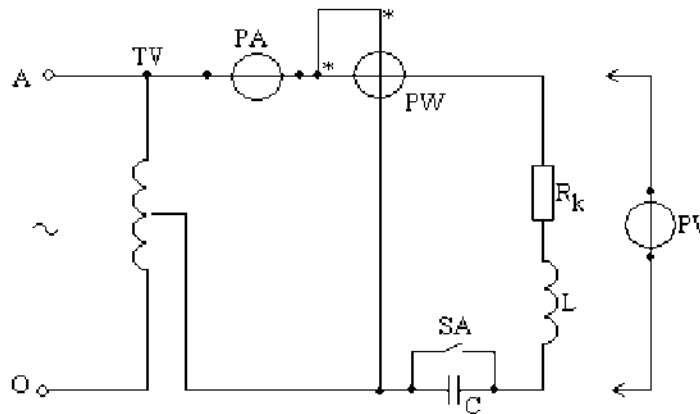

рис. 2.1.
3.4. Определить параметры элементов схемы замещения индуктивной катушки, для чего собрать электрическую цепь, схема которой изображена на рис. 2.1. Все конденсаторы отключить.